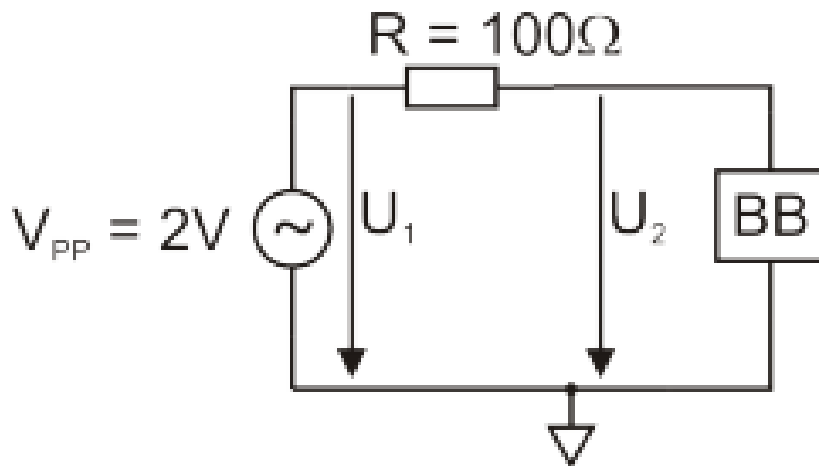
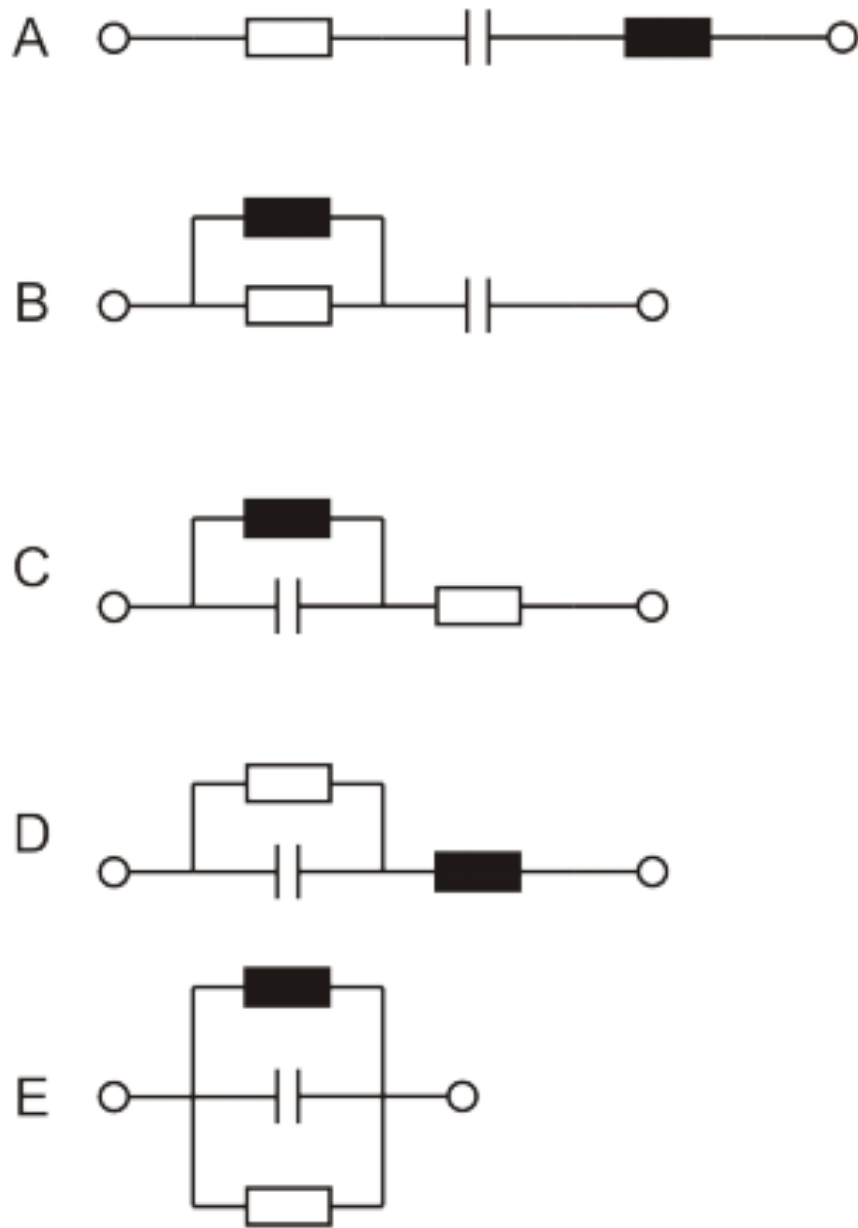

Abbildung 3.38: Messaufbau zum Analysieren der BB
Abbildung 3.39: Mögliche Schaltungen der BB
In diesem Versuch soll das Verhalten einer unbekannten Schaltung, einer sogenannten Blackbox (BB) untersucht werden. Hierzu steht Ihnen im Rahmen dieses Versuchs eine mit BB1 beschriftete Blackbox zur Verfügung. Alle möglichen Schaltungskombinationen, die sich im Inneren der Blackbox befinden können, sind in Abbildung 3.39 dargestellt. Messen Sie die Transferfunktion der BB mit Hilfe des Schaltungsaufbaus in Abbildung 3.38. Verwenden Sie hierzu einen Sweep mit einer unteren Frequenz von 1Hz, einer oberen Frequenz von 250kHz und einer Auflösung von 200 Punkten.